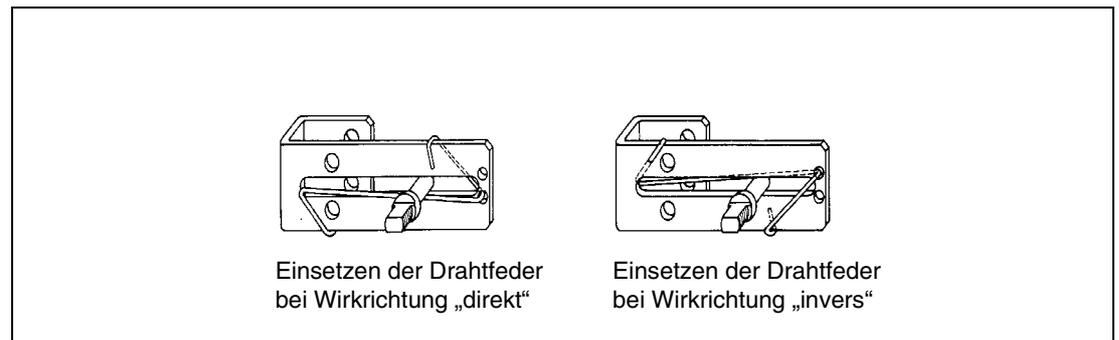

Abb. 3:
Den Winkel (200) mit den 2 Schrauben (203) an die Spindel des Stellantriebes schrauben. Stellantriebe, vorbereitet für den Anbau nach DIN/IEC 534, verfügen an der Spindel über 2 entsprechende Gewindebohrungen M 6. Die Drahfeder (201) unter Beachtung der Wirkrichtung (siehe Kapitel 3.6.1) des Stellungsreglers in den Winkel einsetzen (Abb. 3).